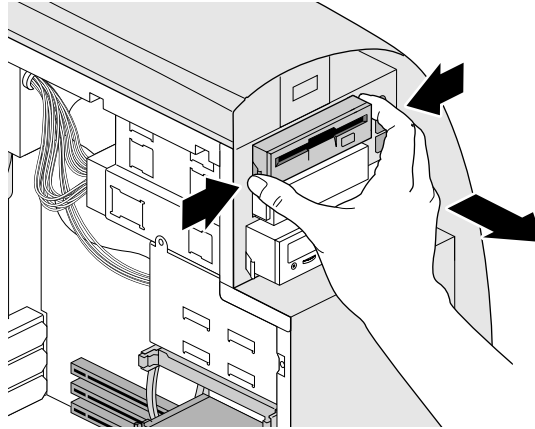

Abbildung 4-8 Deinstallieren eines Wechselplatten-Laufwerks
5. Drücken Sie von vorne die Zungen der Laufwerksschienen an den Seiten des Laufwerkes zusammen, und ziehen Sie das Laufwerk wie in Abbildung 4-8 heraus.